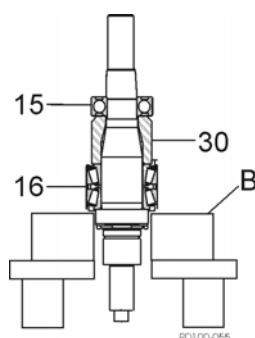

Figura 76 - Remova os rolamentos do eixo
9. Use uma prensa hidráulica e blocos em V (Figura 76, item B) para remover os rolamentos (item 15 e 16) e o espaçador (item 30)